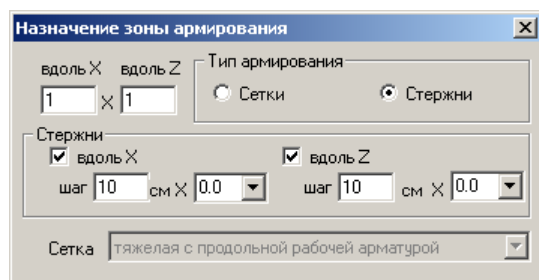

Рис.4.6.2. Окно диалога Назначение зоны армирования
- В открывшемся окне диалога **Назначение зоны армирования** (рис. 4.6.2) выполните следующие действия: